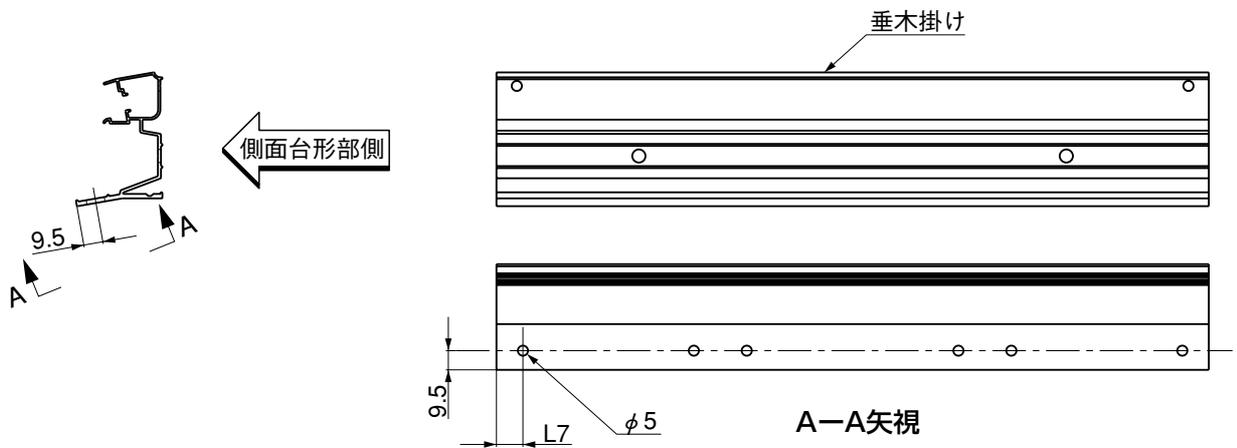

図6-1 垂木掛け加工図
①図6-1と表6-1にしたがって、垂木掛けにφ5の穴をあけてください。